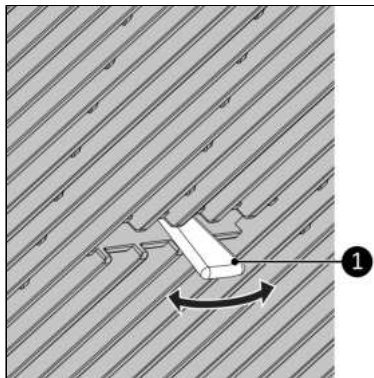

Figura 32.
2. Reglați lamelele mișcând mânerul stânga/dreapta (Figura 32, elementul 1) pentru a schimba direcția fluxului de aer.
4. Apăsați butonul Mod (de pe dispozitiv sau de pe telecomandă) și selectați modul dorit. (vezi figura 32)